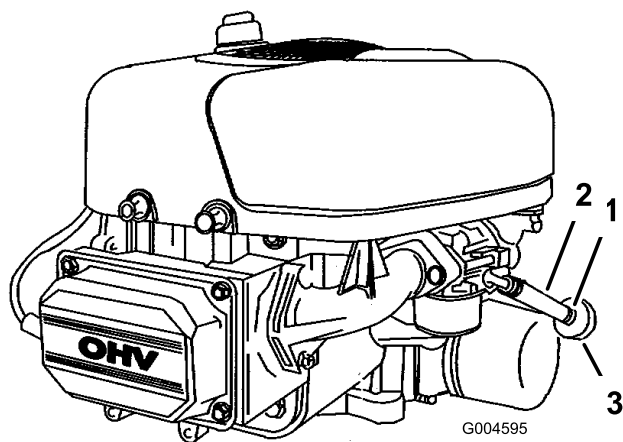

Figura 25
8. Apriete los extremos de la abrazadera y deslícela por el tubo de combustible hacia el depósito de combustible (Figura 25).
9. Tire del tubo de combustible para separarlo del filtro (Figura 25) y deje que la gasolina se drene en un recipiente de combustible o un recipiente apropiado.
Cambie el filtro de combustible cada 100 horas de operación o una vez al año, lo que suceda primero. El mejor momento para cambiar el filtro de combustible (Figura 25) es cuando el depósito de combustible está vacío. No instale nunca un filtro sucio después de desmontarlo del tubo de combustible.
7. Apriete los extremos de las abrazaderas y deslícelas por el tubo alejándolas del filtro de combustible usado (Figura 25).